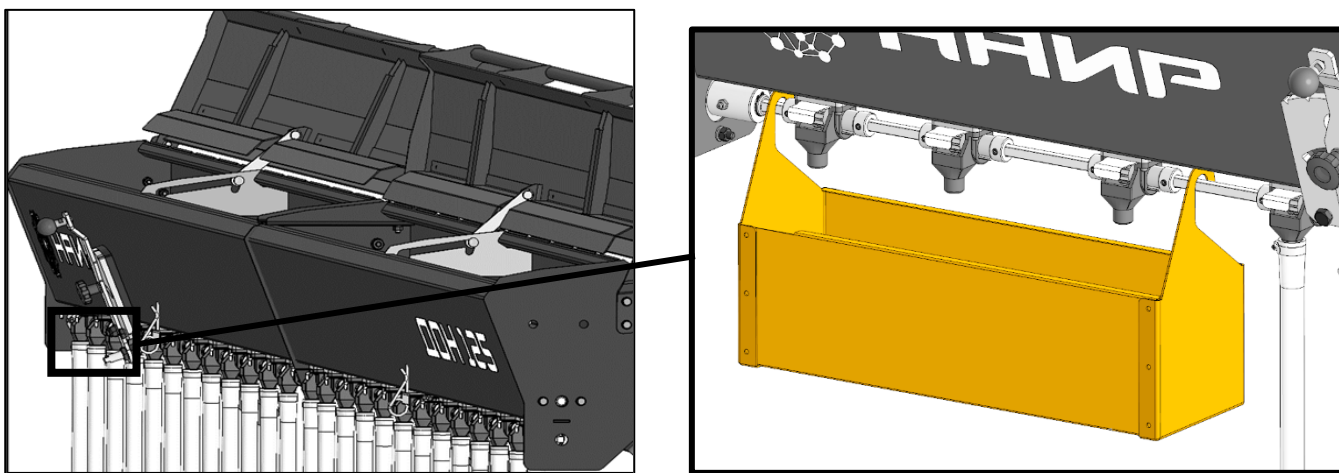

Рисунок 43 – Мелкосемянный бункер
1. Заполнить бункер посевным материалом в зоне работы трёх первых дозаторов, рис. 43.
3. Отсоединить семяпроводы от трёх первых дозаторов, рис. 43.